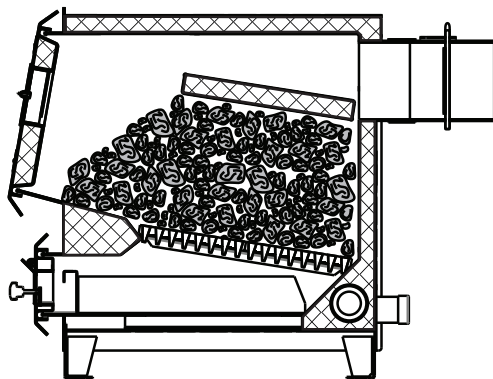

Рис. 6 Схема загрузки аппарата
- Добавьте очередную порцию топлива, когда разгорится первый слой основного топлива, равномерно распределить его по всему объему в соответствии **Рис. 6**;
- Добавьте очередную порцию топлива, когда разгорится первый слой основного топлива, равномерно распределить его по всему объему в соответствии **Рис. 6**.